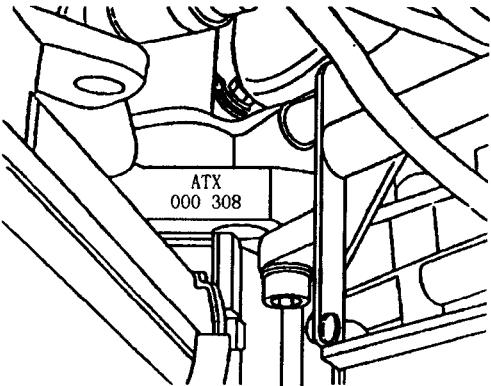

图 2-2 发动机代码和序列号位置 (2.4L、2.8L)
(2) 奥迪 2.4L/2.8L 在右气缸盖前面, 缸体右面打印有发动机代码和序列号, 见图 2-2。另外印有“发动机型号和编号”的标签贴在正时齿带罩上以及车辆数据牌上。